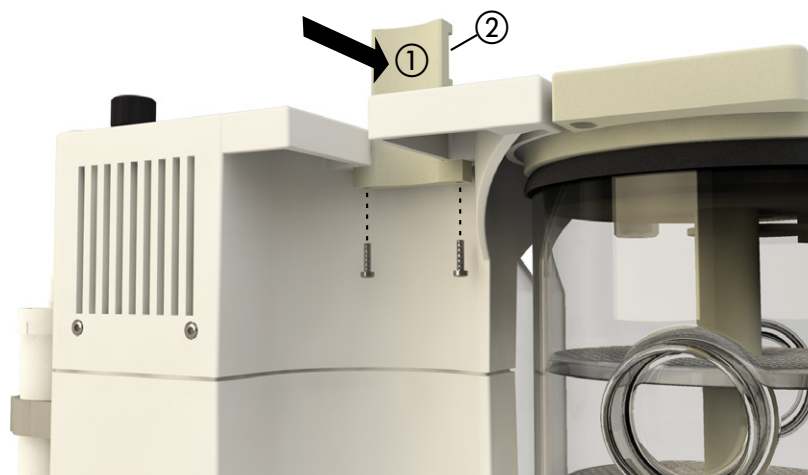

図 5.5: キャリアプレートの固定
- 凝縮器用のキャリアプレート ① が取り付けられていない場合、ハウジングの横からスライドさせ、下から 2 本のネジで固定します。溝 ② が、ハウジングから外側を向いている必要があります(図 5.5 参照)。